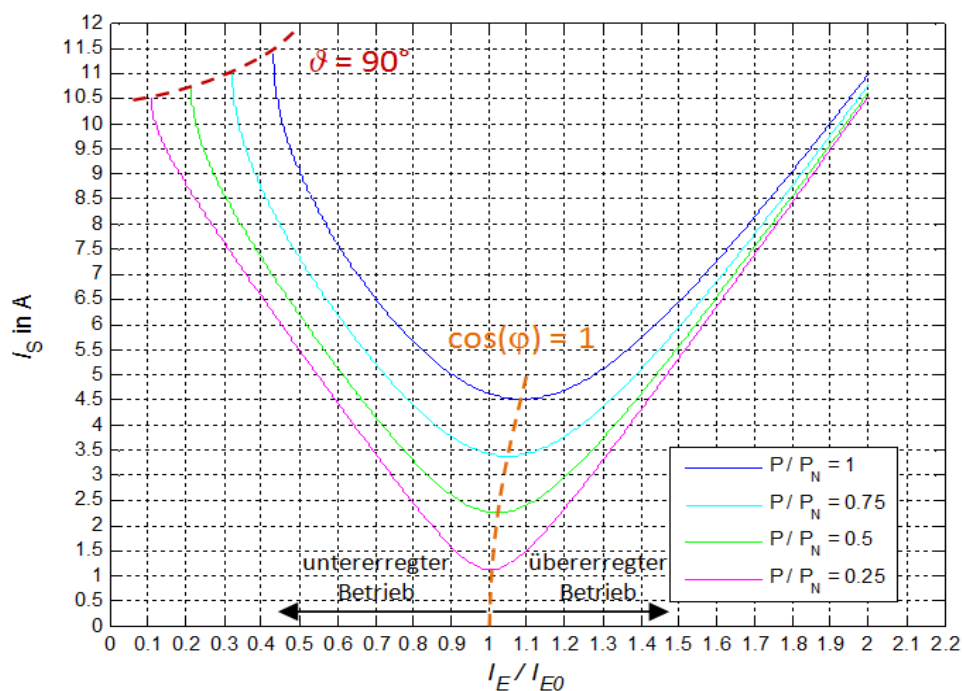

Abbildung 1.1: V-Kurven des Synchronmotors
Mit Hilfe des Zeigerdiagramms wurde im Vorfeld untersucht, welche Kombinationen von Erregerstrom I_E und Ständerstrom I_S jeweils gleiche mechanische Drehmomente bzw. Leistungen erzeugen. Die resultierenden Stromzeigerlängen sind für 4 verschiedene Lastfälle in Abbildung 1.1 dargestellt. Der Erregerstrom ist dabei auf I_{E0} normiert. Im Minimum jeder dieser Kurven wird nur Wirkleistung aus dem Netz aufgenommen. Links von der orange gestrichelten Kurve $\cos(\varphi) = 1$ arbeitet die Maschine im untererregten, rechts davon im übererregten Betrieb. Wird der Erregerstrom zunehmend abgesenkt, erreicht der Polradwinkel ϑ den kritischen Lastwinkel von 90° (rote gestrichelte Kurve).
- 1.2 Tragen Sie den Nennpunkt des Synchronmotors in Abbildung 1.1 ein. Wie groß ist der Erregernennstrom I_{EN} ? Berechnen Sie die Scheinleistung S_N sowie die Polradspannung U_{PN} im Nennpunkt.
- 1.5 Nun wird der Erregerstrom von $I_E = I_{EN}$ kontinuierlich abgesenkt. Bei welchem Erregerstrom I_E wird die Stabilitätsgrenze erreicht und welcher Statorstrom I_S stellt sich in diesem grenzstabilen Punkt ein? Ermitteln Sie diese Werte mit Hilfe der V-Kurven in Abbildung 1.1. Wie verändern sich qualitativ die Größen P , Q , S und $\cos(\varphi)$ gegenüber dem Nennbetrieb? Begründen Sie Ihre Aussage pro physikalische Größe mit Hilfe einer geeigneten Formel und ein paar Stichworten.